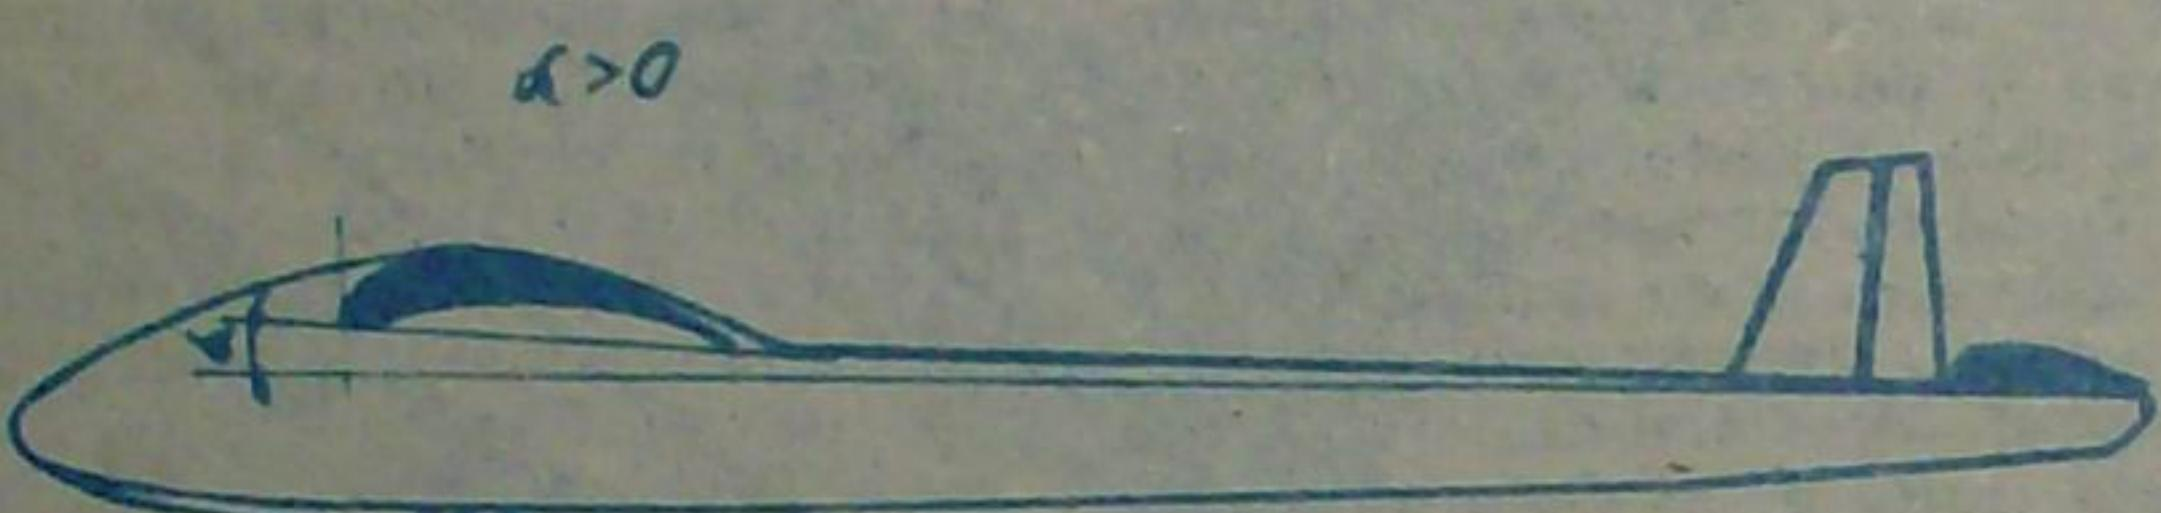

fig. 1
Cum se procedează? Considerind ca aeromodelul este complet terminat (impinsit, lăcut) se fac anumite măsurători strict necesare. Cu o riglă lungă se va trage o linie fină în prelungirea dreptei care unește bordul de atac și bordul de fugă al stabilizatorului (ampenajul orizontal) fixat în poziție de zbor (fig. 1) apoi se va măsura la verticala bordului de atac și a bordului de fugă a aripii, distanța pînă la linia trasă pentru a afla unghiul de incidentă realizat din construcție. Acest unghi se poate determina pe cale grafică.
— **desenarea cu cornul** (fig. 1) în care se folosește un corn de vită scobit pe dinăuntrul, la capăt prinsă o pană tăiată de gîscă și un fir de pal, pentru ca vopsea din corn să se scurgă încet prin pană. Vasul pus pe roată se învîrtește, iar culoarea ce se scurge din corn trasează cercuri, spirale, avînd toate linii regulate. Pentru fiecare culoare se folosește un corn propriu.
• Cum se poate găuri sticla? Locul în care urmează a se realiza orificiul se spălă bine de impurități și grăsimi cu benzină, acetona sau spirit. Apoi, pe locul spălat, se preșarră nisip fin și umed; cu ajutorul unui bețișor ascuțit se face în nisip o urmă conică, pînă la nivelul sticlei. În forma pregătită din nisip se toarnă plumb sau cositor topit (fig. 1). Peste 1–2 minute nisipul poate fi aruncat, iar conul metallic înălțurat. În sticla va apărea un orificiu de formă circulară regulată.